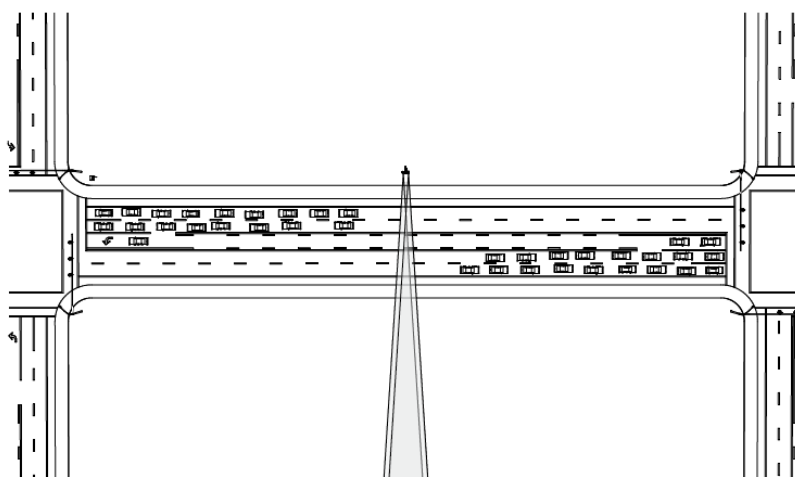

Рисунок 3.1
3.2.3 При установке изделия на участках дорог, содержащих светофоры или знаки остановки, следует выбрать место, соответствующее середине участка между двумя ограничителями, для уменьшения вероятности скопления и остановки ТС в зоне действия радара сенсора (рисунок 3.1).